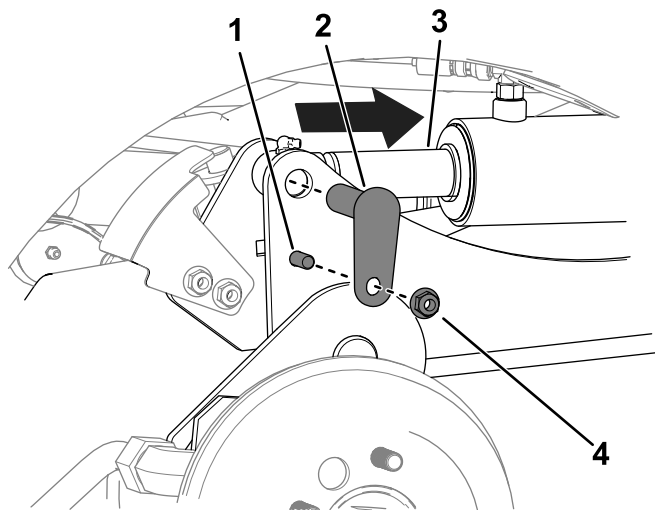

図 10
- C. ポンチを使って、シリンダロッドの穴と昇降アームの穴を揃える 図 10。
D. ボルト $\frac{3}{8}$ " x $1\frac{1}{4}$ " 2本、ナット $\frac{3}{8}$ " 2個、小さいピン 2 本を使用して、昇降アームをシリンダに固定する 図 10。